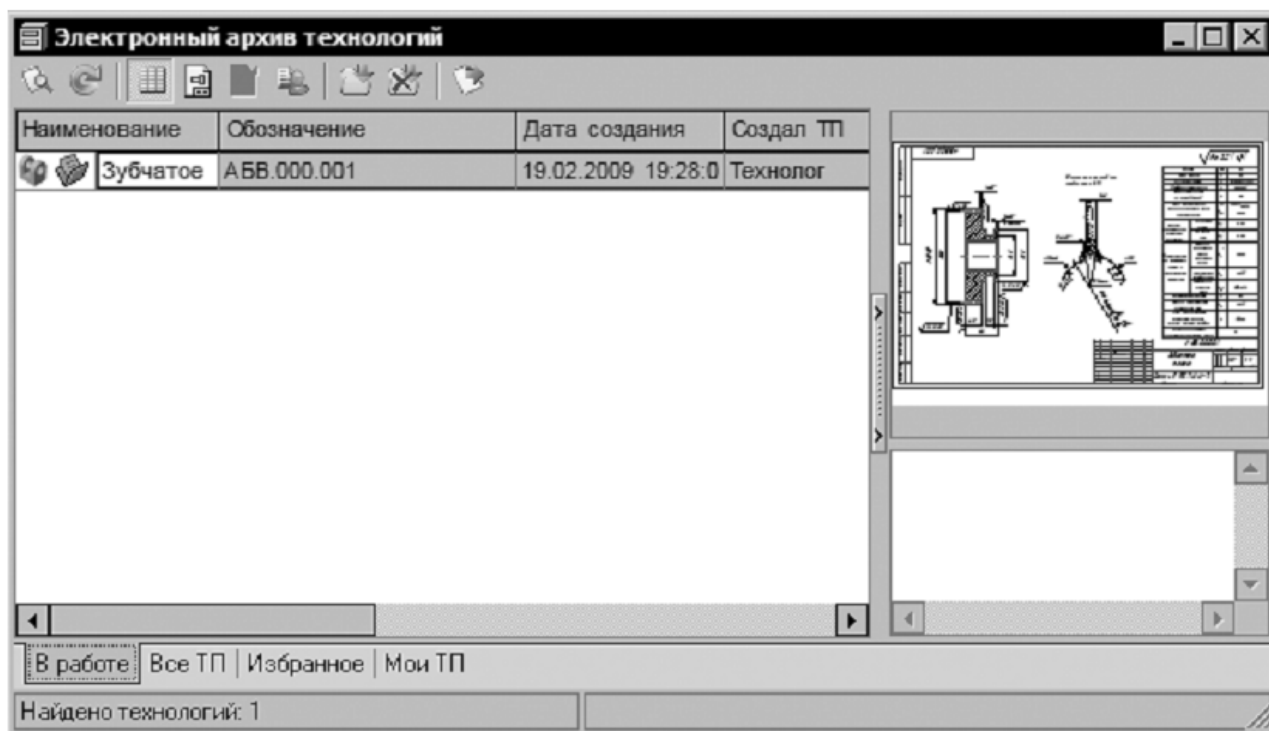

Рисунок 13
45. В результате сохранения ТП в Электронном архиве на экране откроется вкладка В работе электронного архива (рис. 13).